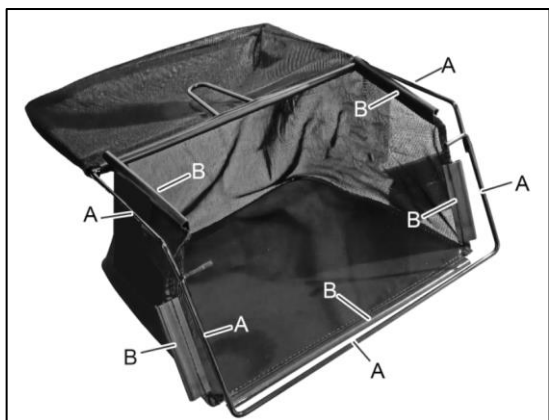

Fig.6
Per posizionare il telaio in acciaio nel cesto raccogliherba, fissare tutti i dispositivi di fissaggio (B) ai tubi (A) del telaio. Assicurarsi che tutti i dispositivi di fissaggio siano correttamente fissati. (Fig.6)